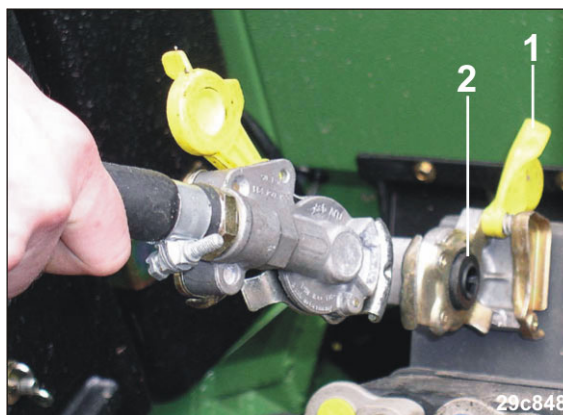

Fig. 134
2. Åbn dækslerne (Fig. 134/1) over traktorens koblingshoveder.
5. Fastgør bremserørets koblingshoved (gult) som foreskrevet i koblingen med den gule markering (Fig. 134/2) på traktoren.